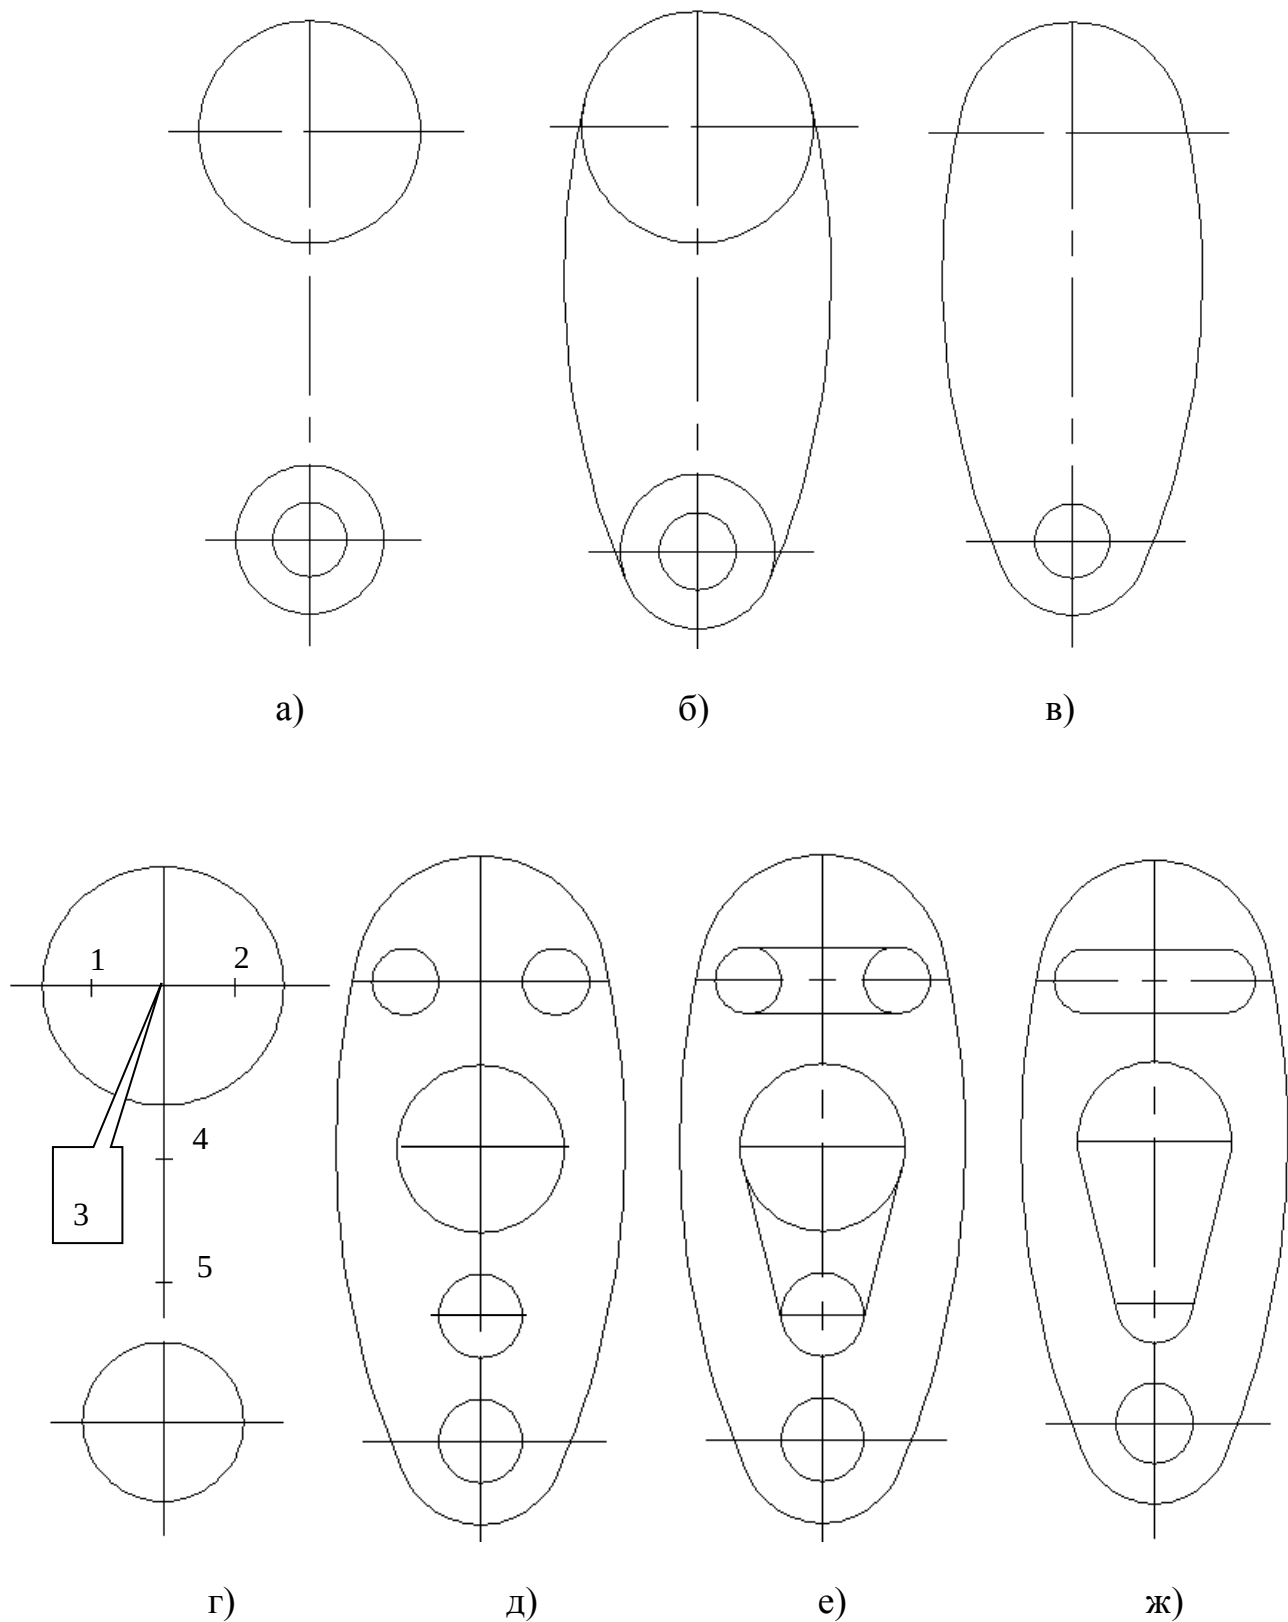

Рис. 3.17. Последовательность вычерчивания контура детали
4. Построить окружности R20 и R10. Результат построений показан на Рис. 3.17а.
5. Выполнить внутренние сопряжения построенных окружностей дугами окружностей R200 (см. 3.1.4). Командой **Обрежь**, выбрав за режущие кромки исходные окружности, убрать дуги окружностей R200. Результаты построений показаны на Рис. 3.17.б.
6. Командой **Обрежь**, выбрав за режущие кромки дуги окружностей R200, убрать дуги исходных окружностей, лежащие внутри контура (Рис. 3.17в).
7. Установить текущим **Слой 1**, выбрать команду **Линия**. Построить вспомогательные отрезки 12, 34, 45, определяющие центры окружностей (Рис. 3.17г).
8. Установить текущим слой 0, вычертить окружности с центрами в точках 1, 2, 4, 5 (Рис. 3.17 д).
9. Выполнить сопряжения (Рис. 3.17 е).
10. Командой **Обрежь** удалить дуги окружностей (Рис. 3.17 ж).